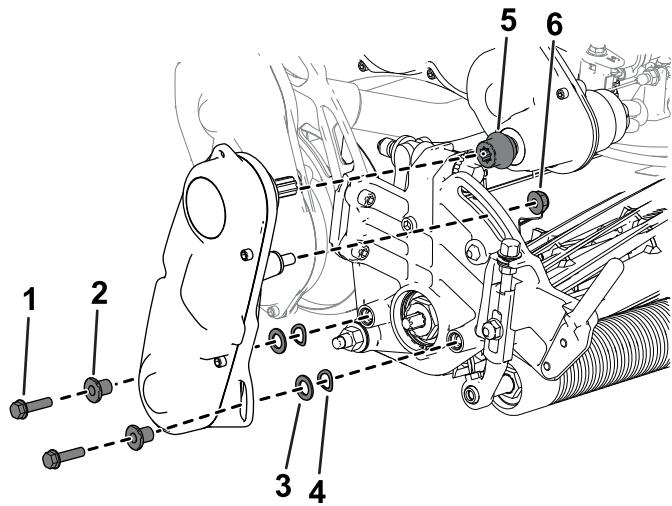

Figura 42
6. Utilize os parafusos de cabeça sextavada interior, anilhas e espaçadores previamente removidos para prender o conjunto da transmissão do cilindro à placa lateral da unidade de corte (Figura 42).
Certifique-se de que o veio da transmissão do cilindro está instalado no acoplador do veio de transmissão (Figura 42).